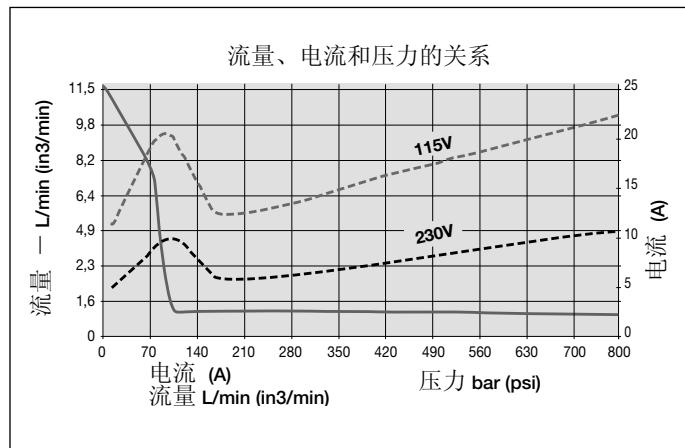

图 1 – 流量图
3.2 流量图 (见图 1)
- 由客户提供断线和线路保护。线路保护应为在最高使用压力下电机满负荷电流的 115% (见图 1)。
1.27*	11.2 (700)	8.56 (535)	1.216 (76)	0.96 (60)	115-1-50/60 230-1-50/60	85-90	1,400-10,000 for "Q" version 1,400-11,600 for "E" version
*Actual power consumption depends on the application. See Figure 1.